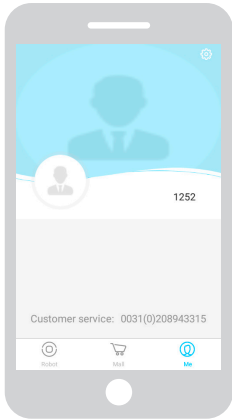

Figure 4 - Me
- 6 Me: Zeigt Ihr Profil an, siehe Abbildung 4. Tippen Sie auf das Zahnrad, um zu den Einstellungen zu gelangen.
Tippen Sie auf das Zahnrad in der rechten oberen Ecke des „Me“-Bildschirms, um die Option „Settings“ zu öffnen, siehe Abbildung 4 und 5. Unter „Settings“ können Sie: